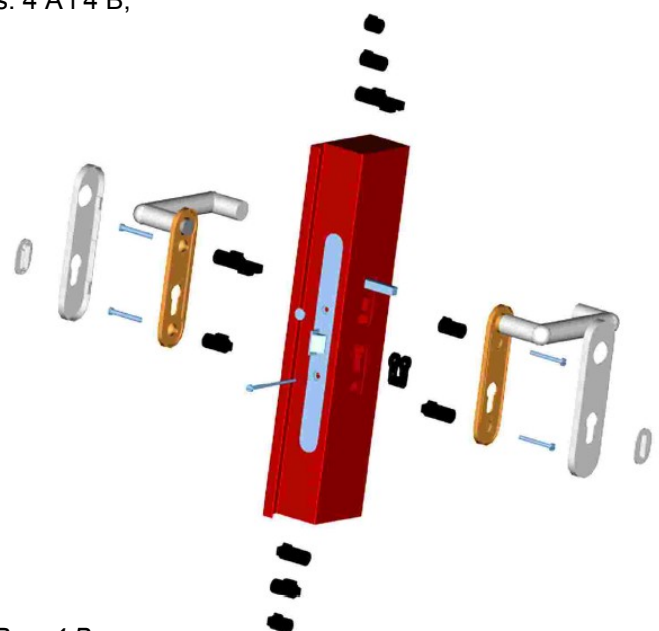

Rys. 4 A
- zamontować okucia klamka-klamka na skrzydle wg Rys. 4 A i 4 B,